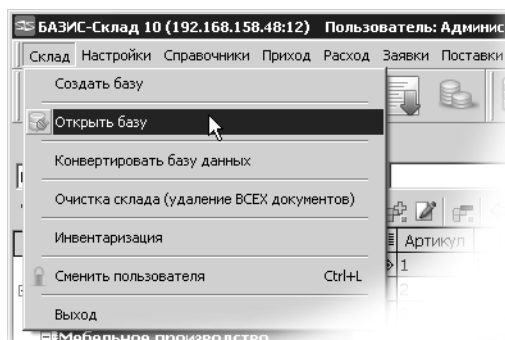

Рис. 2.
- ▼ Вызвать команду **Открыть базу** (рис. 2).